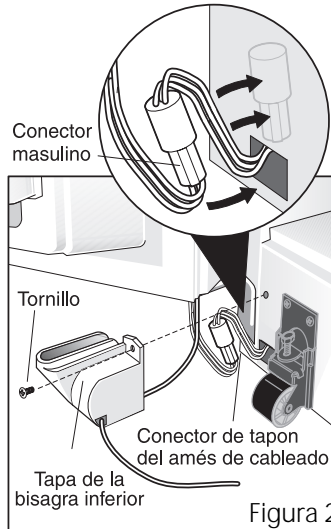

Figura 2
3. Retire el tornillo para quitar la tapa de la bisagra inferior (Figura 2).
2. Vuelva a enchufar el conector del cableado, asegurándose de que esté bloqueado. Doble los cables como se muestra y coloque una lengüeta de cierre flexible (Figura 2). Introduzca el tubo a través del orificio en la tapa. **Posicione la tapa sobre los cables sin presionarlos.** Introduzca el tornillo para sujetar la tapa.